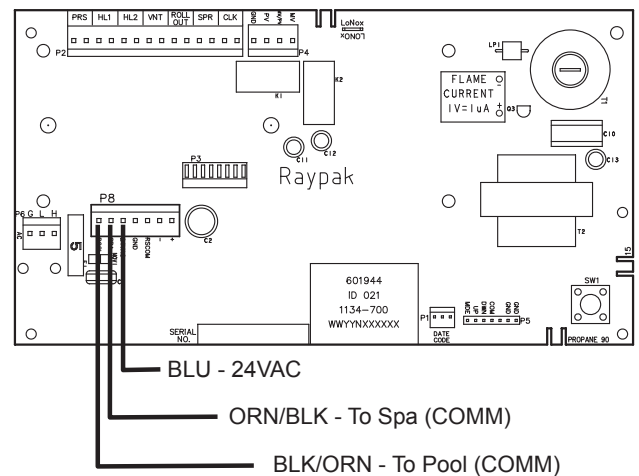

Figure 56. Connexion du harnais de câble d'un thermostat à 3 fils au connecteur P8
5. Connectez le harnais de câble 3 fils pour thermostat externe au connecteur P8 et mettez l'appareil à ON, voir **Figure 56**.